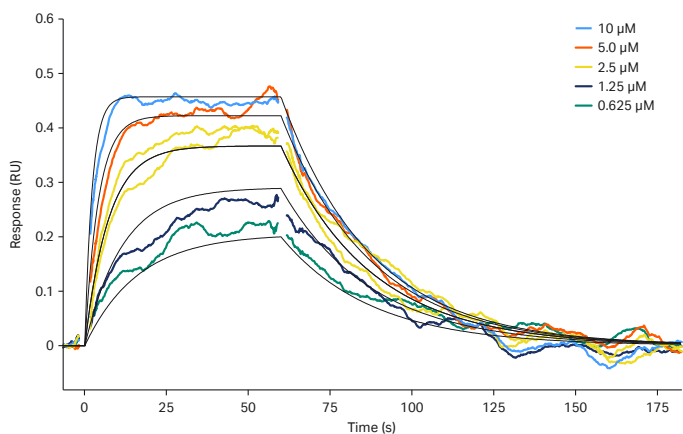

図 4. Biacore™ 1S+ システムは感度が高いため、最高濃度で 0.5 RU 未満のレスポンスしかないような場合でも、信頼性の高いデータ解析が可能です。(データ: 炭酸脱水酵素 II に結合する CBSA。1 : 1 の結合モデルにデータをフィッティング。最大レスポンス $[R_{max}]$ 0.5 RU)
Biacore™ 1 シリーズの高い品質の機器設計、低ノイズ、高いシグナル安定性により、非常に低いレゾナンスユニット (RU) においてもセンサーグラム上明確に分離することができます。Biacore™ 1 S+ では、センサーグラムを mRU の範囲で分離することができます (図 4)。最高濃度で 0.5 RU 未満のレスポンスでしかない場合でも、自信をもってデータを解析できます。